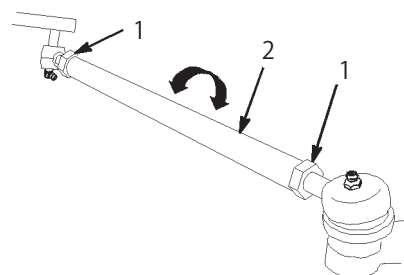

図52
5. 前後の測定値の差が所定範囲にない場合、タイロッド両端のジャム・ナットを外して調整を行う(図52)。